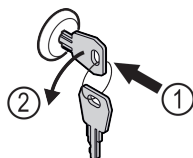

Fig. 139
- ▶ Insérer la clé. Fig. 139 (1)
- ▶ Tourner la clé à 90° dans le sens antihoraire. Fig. 139 (2)